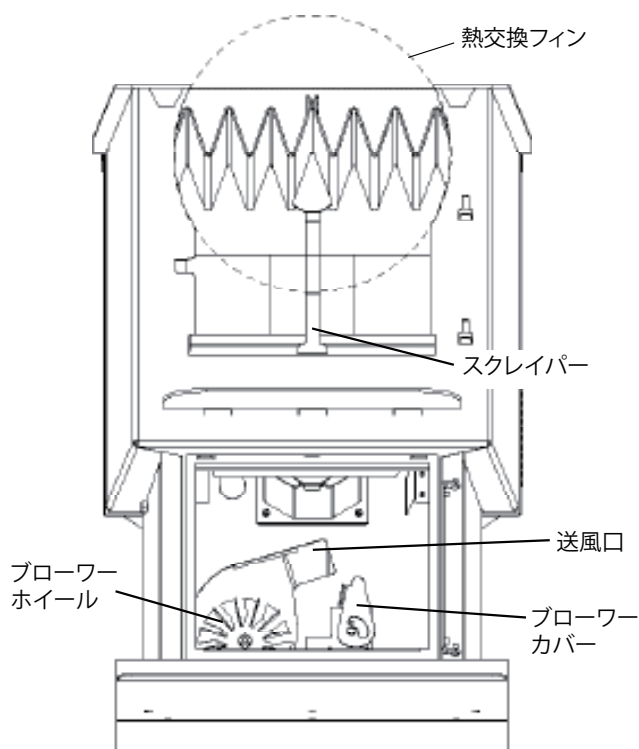

図 10
2. 図 10 のように専用スクレイパーで熱交換器を清掃します。